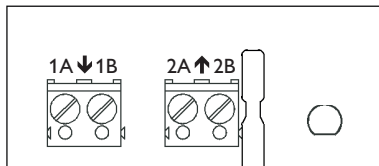

fig.2
- ➔ Die Kollektorsensorleitung mit beliebiger Polung an die Klemmen 1A und 1B anschließen (fig. 2).
- ➔ Die Leitung zum Regler mit beliebiger Polung an die Klemmen 2A und 2B anschließen (fig. 2).
- ➔ Connect the sensor cable to the terminals 1A and 1B with either polarity (fig. 2).
- ➔ Connect the cable which leads to the controller to the terminals 2A and 2B with either polarity (fig. 2).
- ➔ Branchez le câble venant de la sonde de capteur sur les bornes 1A et 1B sans tenir compte de la polarité (fig. 2).
- ➔ Branchez le câble du régulateur sur les bornes 2A et 2B sans tenir compte de la polarité (fig. 2).
- ➔ Conecte el cable de la sonda del captador a los terminales 1A y 1B sin tener en cuenta la polaridad del mismo (fig. 2).
- ➔ Conecte el cable de alimentación del termostato a los terminales 2A y 2B desde arriba y sin tener en cuenta la polaridad del mismo (fig. 2).
- ➔ Collegare il cavo della sonda collettore ai morsetti 1A e 1B con polarità indifferente (fig. 2).
- ➔ Collegare il cavo di alimentazione della centralina ai morsetti 2A e 2B dall'alto e con polarità indifferente (fig. 2).